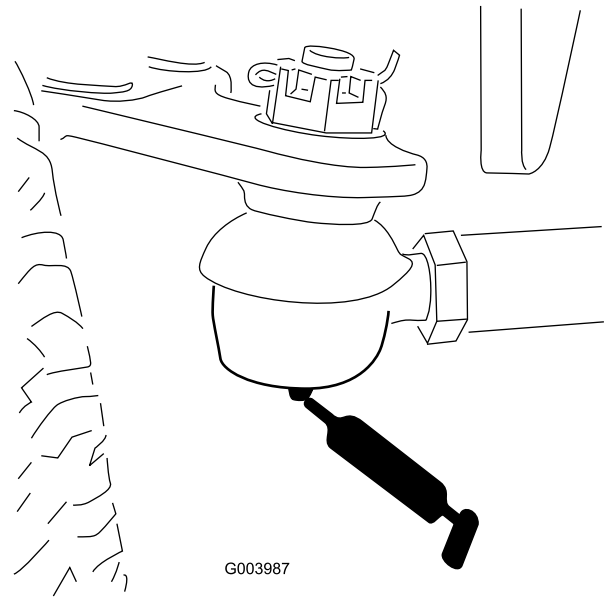

Figura 68
- Tirante del eje trasero (2) (Figura 68)